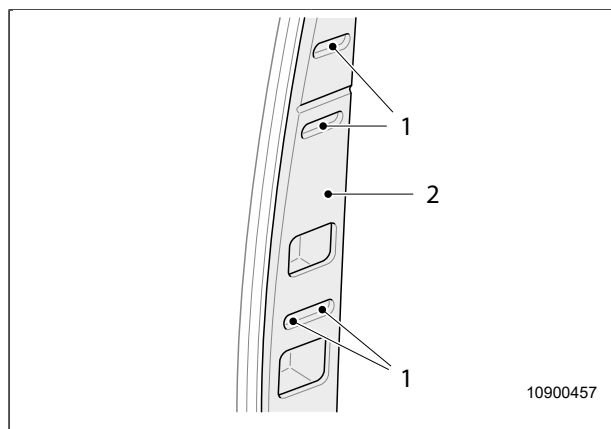

Fig. 63 Beklädnad
3. Ta bort täcklocken (Fig. 63, pos. 1) i panelen (Fig. 63, pos. 2).
4. Skruva bort fästskruvarna från panelen (Fig. 63, pos. 2) med den skruvmejsel som hör till de medföljande verktygen.
5. Avlägsna panelen (Fig. 63, pos. 2) försiktigt. Beakta högtalarkablarnas längd och uttagen.